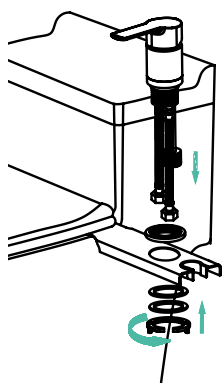

Рис. 6
6. Установите смеситель с вкрученной подводкой в монтажную накладку (рис. 6) и зафиксируйте, используя входящий в комплект набор крепежа.